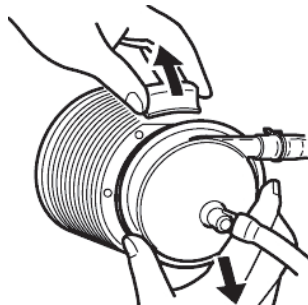

図2
8. スライドフックを引いて、本品をドライブモーターから取り外す（図2）。